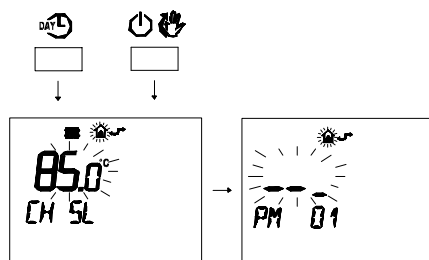

Figura 5.45
- Premere contemporaneamente i pulsanti DAY⏮ e P per entrare nella programmazione trasparente (Figura 5.45).